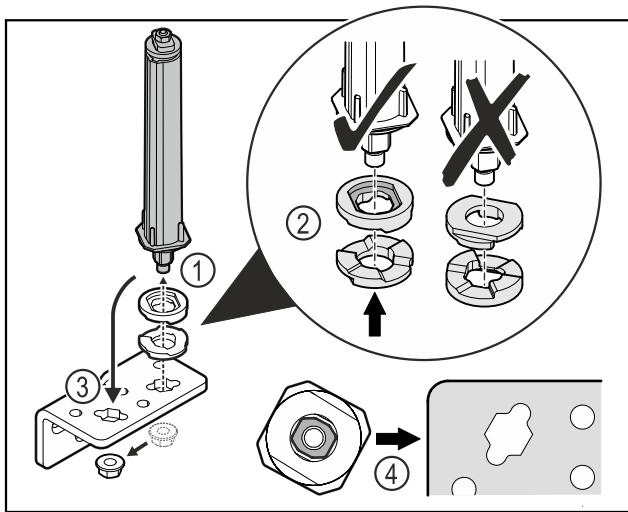

Fig. 38
- ▶ Desserrer l'écrou et retirer le système de fermeture de porte Fig. 38 (1).
- ▶ Veiller à ce que les rondelles de réglage de la hauteur soient correctement orientées Fig. 38 (2).
- ▶ Mettre le système de fermeture de la porte dans l'autre trou de l'équerre de charnière et le fixer avec l'écrou Fig. 38 (3).
- ▶ Lors de la mise en place, veiller à bien orienter le système de fermeture de porte Fig. 38 (4).